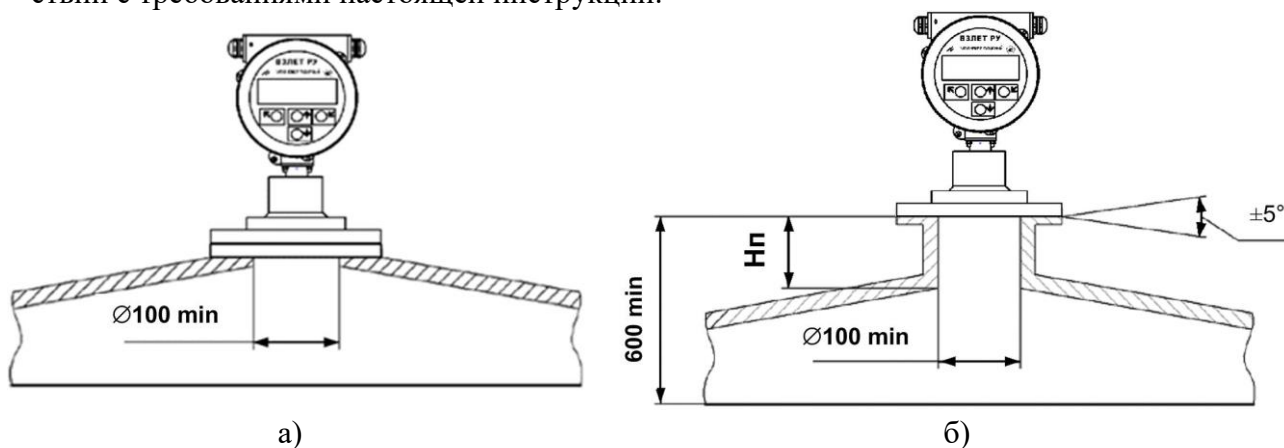

Рис.10 - Рекомендуемые варианты монтажа уровнемера.
5.1 На рис.10.а и 10.б показаны примеры монтажа прибора, выполненного в соответствии с требованиями настоящей инструкции.
На рис.10.а показан монтаж прибора на фланец резервуара без использования патрубка и вариант 10.б с использованием установочного патрубка.